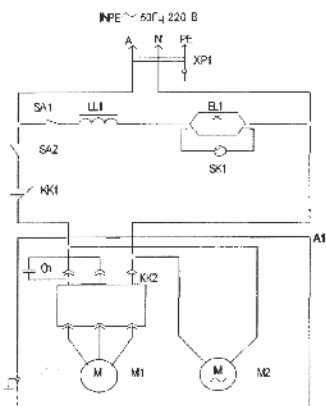

Рисунок 3
5.6. Схемы электрические принципиальные показаны на рис. 3, 4. Продукты и полуфабрикаты должны быть равномерно расположены в пластмассовых или нержавеющей функциональных емкостях на демонстрационных противнях. Нормы загрузки должны быть в соответствии с табл.1.